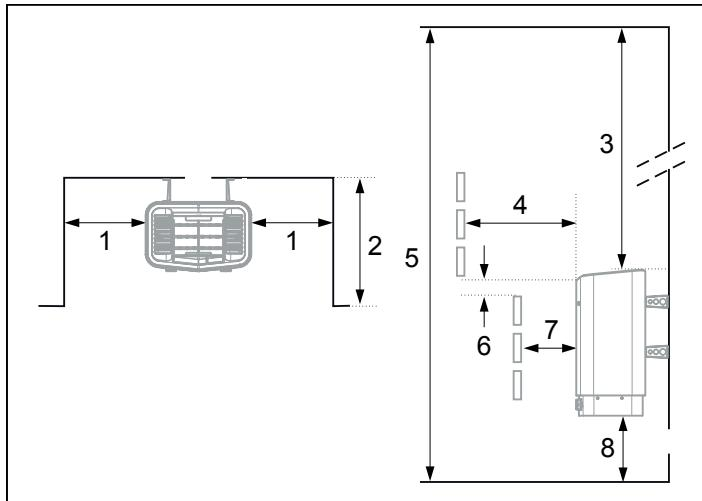

Fig 3: Placering av bastuaggreat - nischmontage
- på samma vägg som dörren (endast i undantagsfall på sidoväggen, men då mycket nära dörrväggen). Aggregatet kan också placeras i nisch (se Fig 3).
Placer aggregatet på säkert avstånd till golv, sidovägg och inredning (se Fig 3).